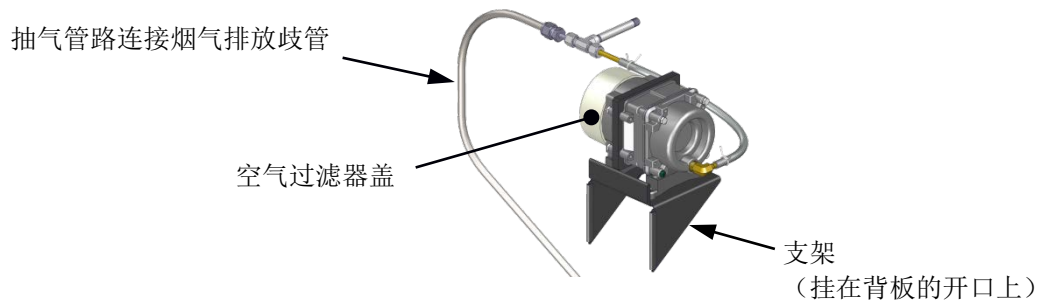

图 4-3: 空气喷管组件 - 锅炉其它部件未示
1. 取下气泵的塑料空气过滤器盖，然后清洁或更换空气过滤器（见图 4-3）。